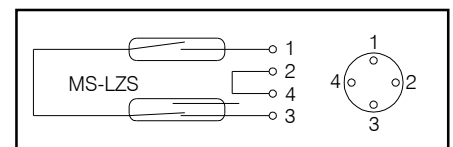

Bild 8 Anschlussplan Magnetschalter
- Das Schalten des Magnetschalters ist mit einem Durchgangsprüfer kontrollieren (Anschlussplan siehe Bild 8).